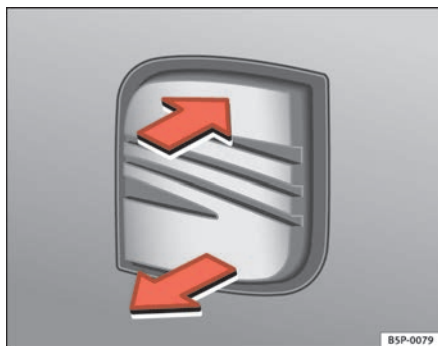

Fig. 66 Tampa traseira: abertura a partir do exterior
- Puxe o manípulo e levante a tampa ⇒ fig. 66. O porta-bagagens abre-se automaticamente.